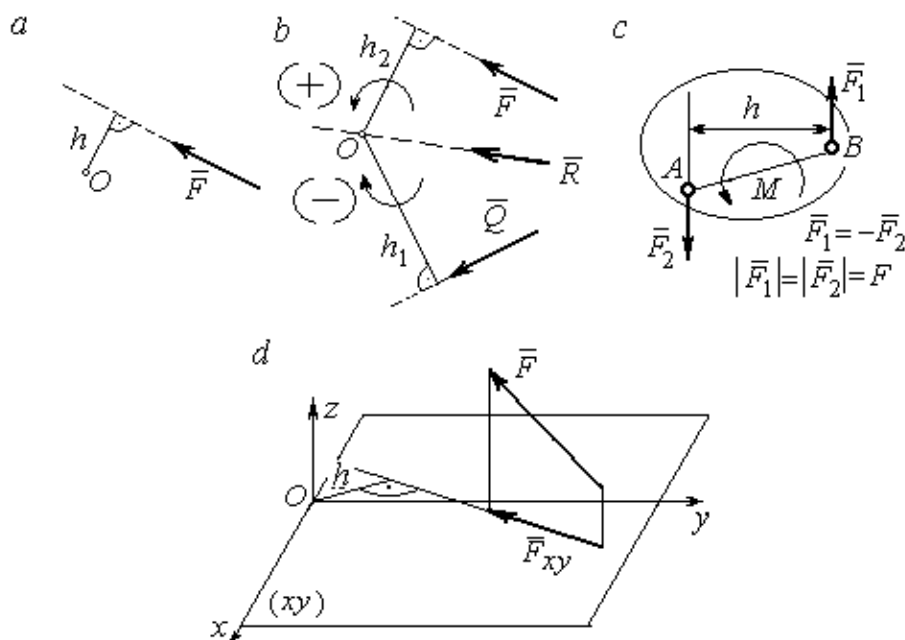

Рис. 1.2. Схемы для вычисления моментов сил:
Алгебраическим моментом силы  $F$  относительно центра  $O$   $M_O(\vec{F})$ , или просто **моментом силы**  $\vec{F}$  относительно центра  $O$ , называют взятое с соответствующим знаком произведение модуля силы  $\vec{F}$  на кратчайшее расстояние  $h$  от центра  $O$  до линии действия силы:  $M_O(\vec{F}) = \pm Fh$  (рис. 1.2, a).
На рис. 1.2, b показано, что момент силы  $\vec{F}$  относительно центра  $O$  положительный, а момент силы  $\vec{Q}$  относительно того же центра – отрицательный. Момент силы  $\vec{R}$  относительно центра  $O$  равен нулю, так как линия действия этой силы проходит через центр  $O$  и плечо силы равно нулю.
**Парой сил**, или просто парой (рис.1.2, c), называют систему двух равных по модулю сил, параллельных, направленных в противоположные стороны и не лежащих на одной прямой. Алгебраическим моментом пары сил, или **моментом пары**, называют взятое со знаком плюс или минус произведение модуля одной из сил пары на плечо пары – кратчайшее расстояние между линиями действия ее сил. Правило знаков такое же, как и для момента силы. На рисунках пару часто изображают дуговой стрелкой, показывающей направление поворота твердого тела под действием пары (см.  $M$  на рис. 1.2, c).
**Моментом силы относительно оси** называют момент проекции этой силы на плоскость, перпендикулярную оси, относительно точки пересечения оси с этой плоскостью. На рис. 1.2, *d* показано вычисление момента силы  $F$  относительно оси  $z$ :  $M_z(\vec{F}) = F_{xy}h$ , где  $F_{xy}$  – проекция силы  $\vec{F}$  на плоскость  $xy$ , перпендикулярную оси  $z$ ,  $h$  – плечо проекции  $F_{xy}$  относительно центра  $O$  – точки пересечения оси  $z$  и плоскости  $xOy$ .